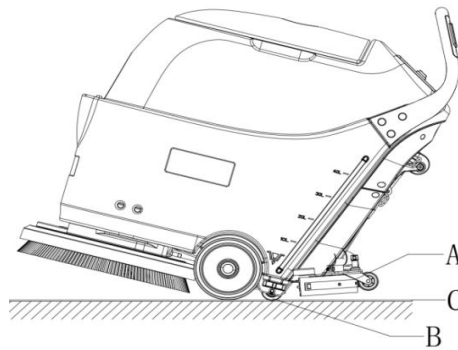

Abbildung 8
1. Lassen Sie den Sicherheitsschalter (1) los, um Bürste/Kissenhalterung zu stoppen.
2. Drücken Sie den Bürstenschalter (46), den Saugschalter (47) sowie den Netzschalter (45) in die Position "o".
4. Heben Sie die Rakele über den Rakelehebel (14) vom Boden an (A, Abbildung 8).
5. Halten Sie den Maschinenlenker (2) fest und lehnen Sie die Maschine zurück, bis die Hilfsräder (B, Abbildung 8) den Boden berühren.